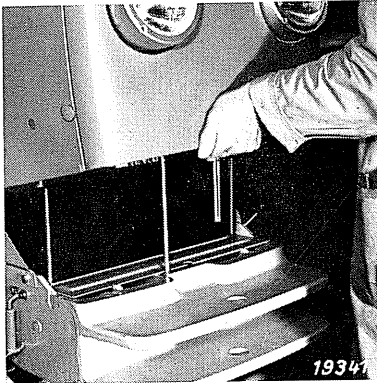
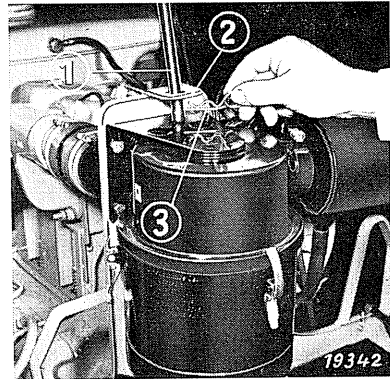

Bild 83
Bild 84
2. Haubenstirnseite (in der Mitte unten) anheben (Bild 83) und die Haubenstütze ① in die vorgesehene Stützlasche ② über dem Luftfilter setzen und mit dem **Federstecker** ③ sichern (Bild 84).